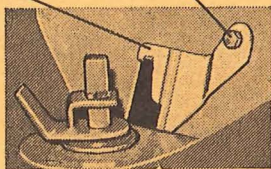

Abb. 6
Die mitgelieferten Vorsatzklappen sind nach Abb. 6 einzubauen, wenn in der Streutabelle ein entsprechender Hinweis steht.
Beim ersten Anbau der Vorsatzklappen sind die vorderen 2 Schrauben (s. Abb. 6) durch die mitgelieferten Flanschschrauben (Messing) auszutauschen. Beim späteren Aus- bzw. Einbau sind dann nur noch die Hutmuttern zu lösen bzw. anzuziehen.
11. Bei **feuchten pulverförmigen** Streustoffen **gekrümmte Wurfschaufeln** auf den Streuscheiben **verstellen** (siehe Abschnitt C)! Vergessen Sie bitte nicht, diese Schaufeln bei **gekörnem Dünger** wieder in die **Normalstellung (N)** zu bringen.
14. Ungeölten Kalkstickstoff mit Vorsatzklappen (Abb. 6) und Staubschutz (Abb. 4) streuen. Die Vorsatzklappen können auch zum Streuen von Feinsämereien verwendet werden. Es empfiehlt sich auch, ungeölten Kalkstickstoff mit Hederich Kainit oder Kali schichtweise in den Trichter einzufüllen. Dieses Gemisch ist dann ohne Vorsatzklappen, jedoch mit Staubschutz zu streuen.